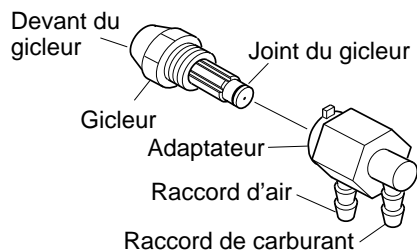

Figure 21 - Gicleur et son adaptateur
- Avec précaution, retirer le gicleur de son adaptateur à l'aide d'une clé à douille de 5/8 po (voir figure 21).
- Replacer le gicleur dans son adaptateur en veillant à ce qu'il soit bien en place. Serrer d'un tiers de tour supplémentaire à l'aide d'une clé à douille de 5/8 po de 4,5 à 5,1 Nm (40 à 45 po-lb). Voir figure 21.